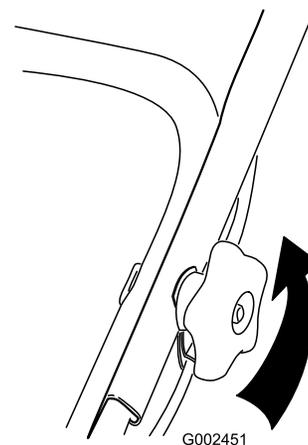

Bild 54
1. Lösen Sie die Bügelhandräder, bis Sie den oberen Bügel ungehindert bewegen können (Bild 54).